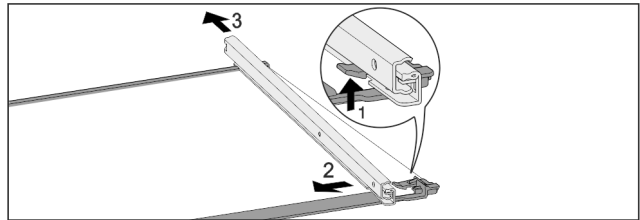

Fig. 84 Glassplate med skinner
- ▶ Trykk den fremre festespaken oppover. Fig. 84 (1)
- ▶ Skyv uttrekksskinnen til side Fig. 84 (2) og skyv bakover Fig. 84 (3) og bort.